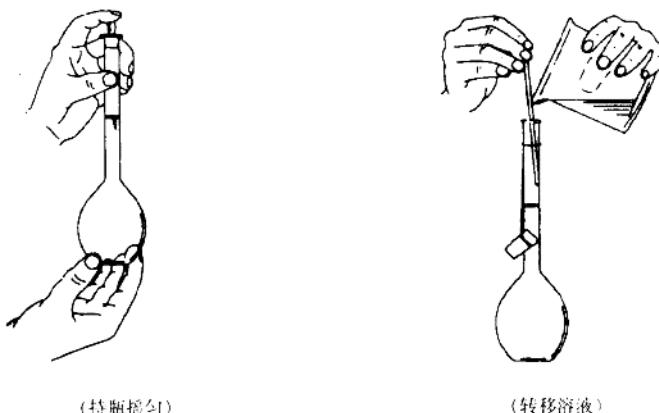

图6 容量瓶使用方法
3. 转移 在配制一定浓度的溶液时，通常是将称取的固体物质放在小烧杯中用水（或相应的溶剂）溶解后，再定量地转移至容量瓶中。在转移过程中，用一根玻璃棒插入容量瓶中，烧杯嘴紧靠玻璃棒，使溶液沿玻璃棒慢慢流入，玻璃棒下端要靠在瓶颈内壁，但不要太接近瓶口，以免溶液溢出，如图6所示。待溶液流完后，将烧杯沿玻璃棒稍向上提，同时直立，使附着在烧杯嘴上的一滴溶液流回烧杯中。残留在烧杯中的少许溶液，要用少量蒸馏水洗3~4次，每次都将洗涤液按上述方法转移合并到容量瓶中。